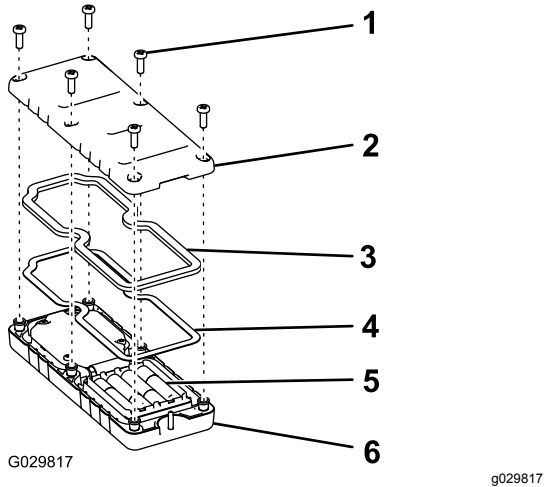

Bild 31
1. Nehmen Sie die sechs Schrauben aus der Rückseite der Fernbedienung heraus und nehmen Sie die Abdeckung ab (Bild 31).
5. Setzen Sie die Abdeckung auf und befestigen sie mit den sechs vorher entfernten Schrauben (Bild 31) und ziehen sie mit 1,5-1,7 N·m an.